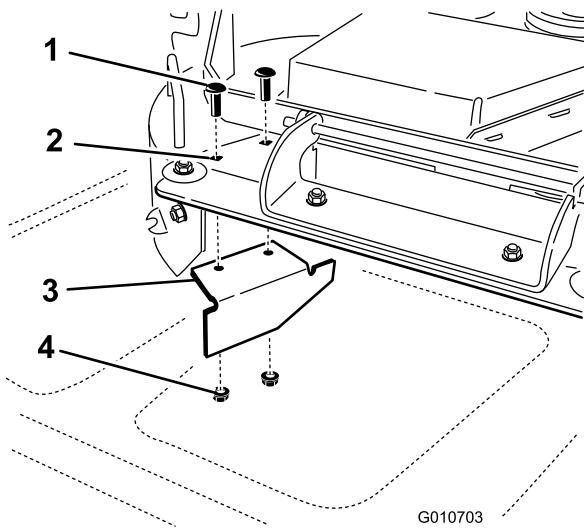

Bild 39
14. Sie finden das Versatzablenkblech in den losen Teilen. Entfernen Sie die Befestigungen an den hinteren Löchern der Auswurfplatte. Befestigen Sie das Ablenkblech an der Seitauswurföffnung am Mähwerk (Bild 39).